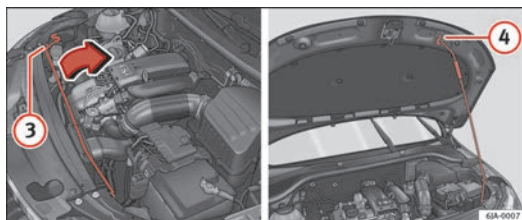

Fig. 117 Bloqueio do capot do compartimento do motor
- Tire a vareta de apoio ③ ⇒ Fig. 117 do seu suporte na direcção da seta, e bloqueie o capot levantado, de modo a encaixar a extremidade da vareta na abertura que se encontra no capot ④.